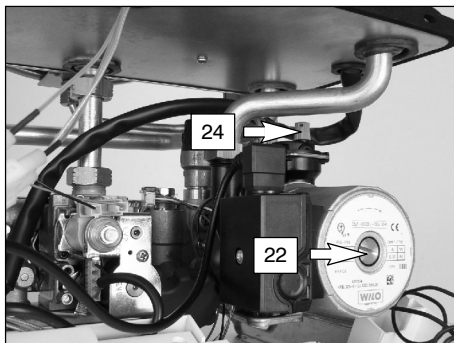

fig. 6.2
- 7 Aflojar el tapón de la válvula automática de purga 24 en la fig. 6.2
- 11 Quite el tapón 22 de la fig. 6.2 y desbloquee la bomba girando el rodete por medio de un destornillador.